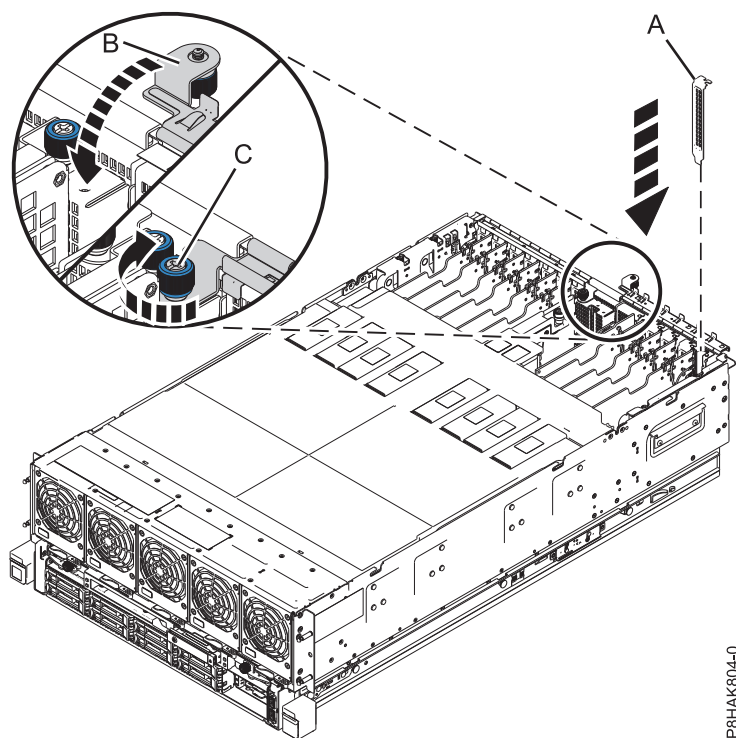

図 27. 8408-44E または 8408-E8E システムの PCIe アダプター・スロットへのフィラーの取り付け
- a. フィラーのテール・ストックを慎重につかみ、フィラーをシステム・バックプレーンにあるスロットとコネクタに位置合わせします (46 ページの図 27 の (A) を参照)。
- c. 入出力保持ブラケットを、システム (B) の方向に下方へ回転させて、閉じます。 46 ページの図 27を参照してください。
- d. 46 ページの図 27 に示すように、入出力保持ブラケットの拘束つまみねじを時計回りに回します (C)。